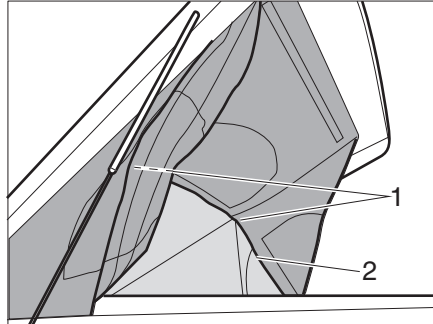

Bild 9 Panoramafunktion
- Den Reißverschluss (Bild 9,2) rundum am Aufstelldach öffnen.
- Seitenwände und Frontwand mit Klettverschluss (Bild 9,1) am Aufstelldach oben fixieren.